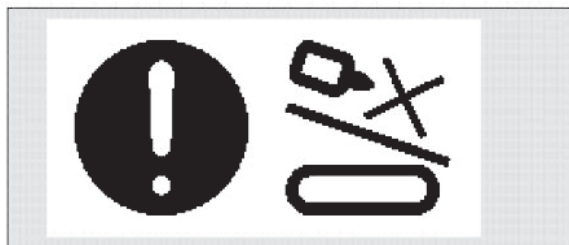

Figura 59
**Advertencia de choque del carro:** aparece una pantalla de advertencia (Figura 59) si: